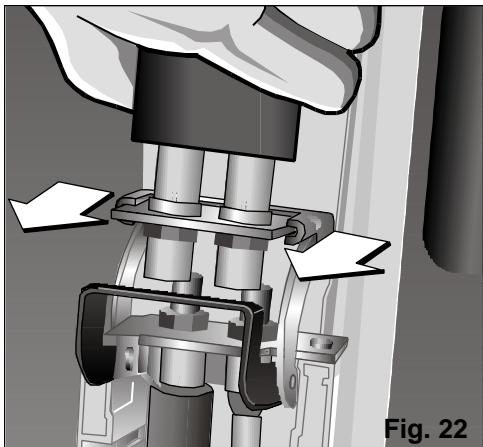

Fig. 22
- Estraete la manichetta dalle guide della sede tirando in fuori. **Fig. 22**.